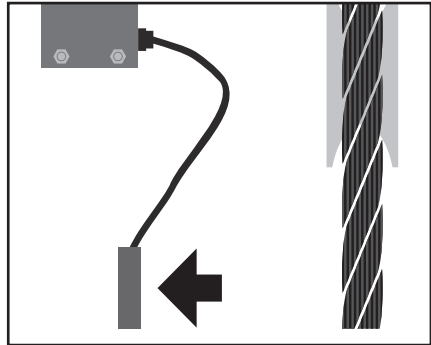

Fig. 21
2. Kabel via kabelgoot naar boven leiden (Fig. 21).